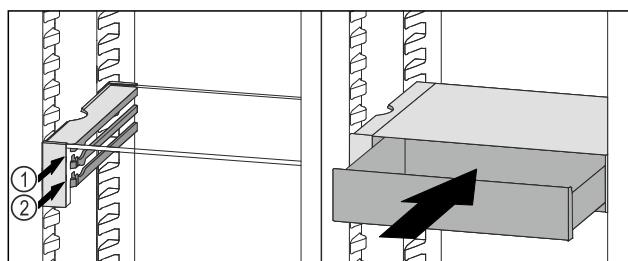

Fig. 146
- ▶ Placer le tiroir VarioSafe derrière les butées sur la nervure désirée Fig. 146 (1) ou Fig. 146 (2).